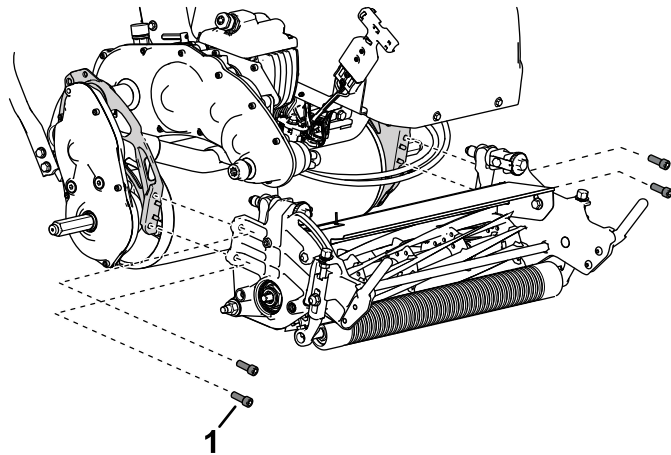

Bild 41
5. Verwenden Sie die vier Bundkopfschrauben, um das Mähwerk am Rahmen zu befestigen (**Bild 41**).